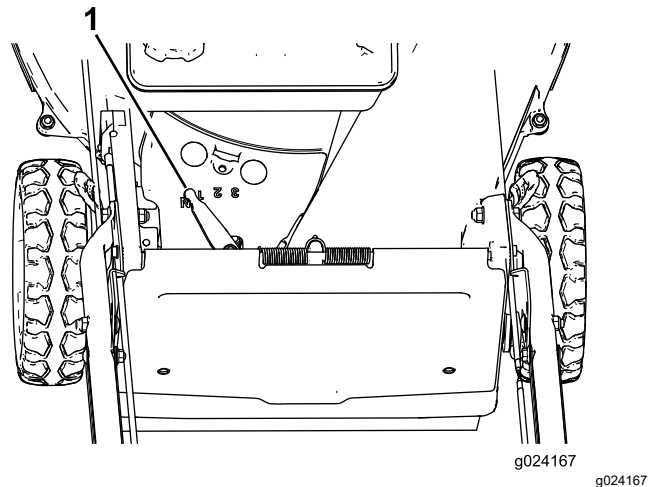

Figure 16
Cette machine dispose de 3 vitesses de déplacement : 1 (basse vitesse), 2 (moyenne vitesse) et 3 (haute vitesse) ; elle comporte aussi une position point mort (N). Le levier de commande d'autopropulsion est situé sous et derrière le réservoir de carburant (Figure 16).